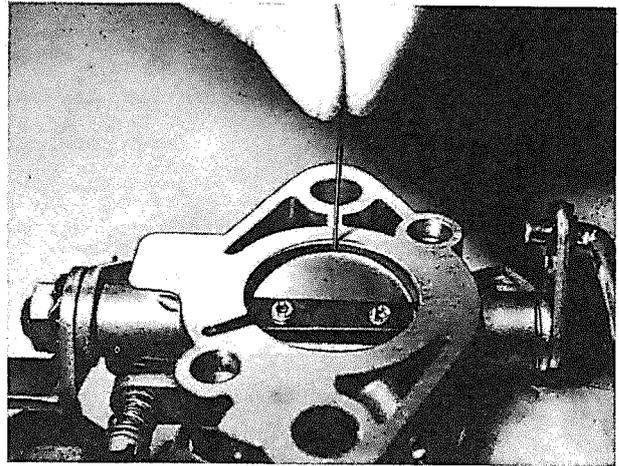

Bild 27
**Bild 27** gilt für die Einfachvergaser 28-32 PDSIT-7 und 32 PDSIT-4.